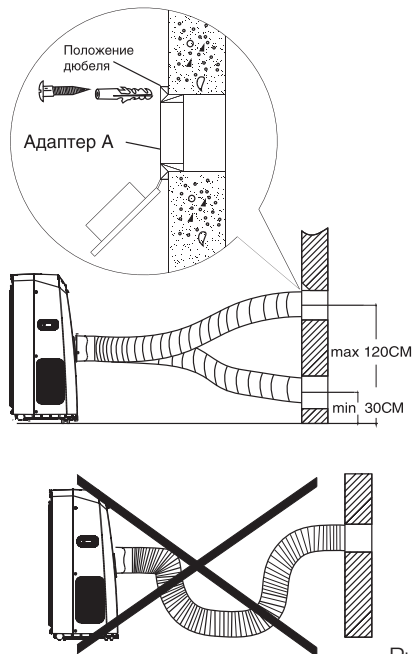

Рис. 9
**Не допускайте слишком сильного изгиба шланга (см. рис. 9).**